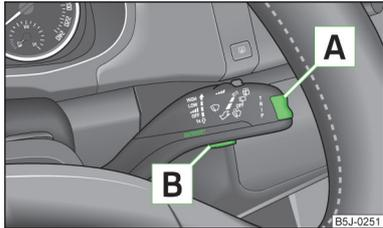

Abb. 24
- ▶ Das Hauptmenü (**HAUPTMENÜ**) wird durch langes Drücken der Wipptaste **A** » Abb. 24 aktiviert.
- Wenn im Display Warnmeldungen angezeigt sind, müssen diese Meldungen durch kurzes Drücken der Taste **B** » Abb. 24 bestätigt werden, um das Hauptmenü aufzurufen.
- Wenn im MAXI DOT-Display Warnmeldungen angezeigt sind, müssen diese Meldungen mit der Taste **B** » Abb. 24 auf Seite 34 bestätigt werden, um das Hauptmenü aufzurufen.